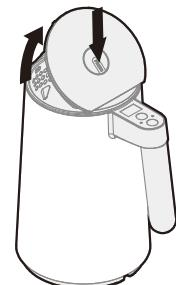

Figure 1
- Déroulez complètement le câble d'alimentation et placez le socle sur une surface plane et stable. Appuyez sur le bouton pour ouvrir le couvercle (Figure 1).